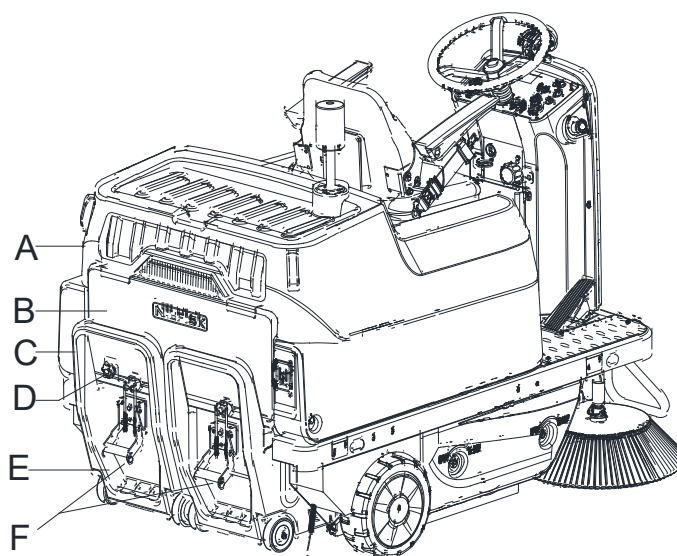

Figura 27
3. Abaixe a tampa (A, Figura 27).
4. Abra o fecho do depósito de poeiras através da pega (F, Figura 27).
5. Use a alça do depósito de poeiras (C, Figura 27) para remover o depósito de poeiras (E, Figura 27).
6. Solte o parafuso (D, Figura 27) para remover a placa de cobertura do depósito de poeiras (B, Figura 27).